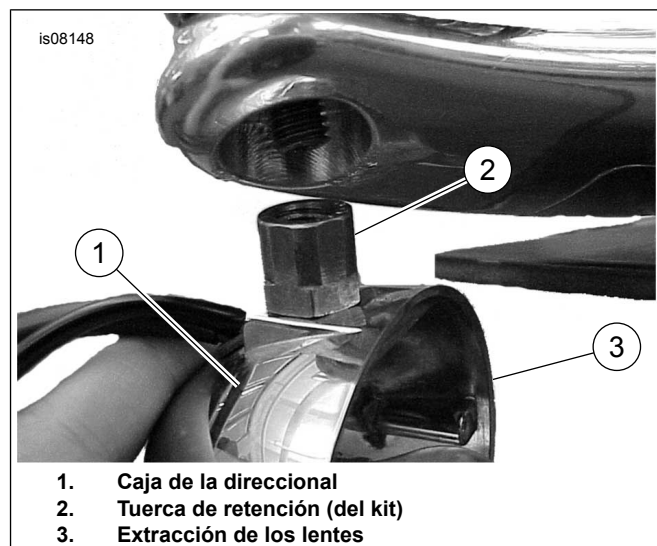

Figura 4. Instalación de la tuerca de retención del kit
13. Vea Figura 4. Instale la tuerca de retención (N/P 68323-01) del kit en la caja de la direccional y ajústela en su posición. Quite el lente de la caja de la direccional.
17. Vea Figura 4. Instale la tuerca de retención (N/P 68323-01) del kit en la caja de la direccional y ajústela en su posición. Quite el lente de la caja de la direccional.